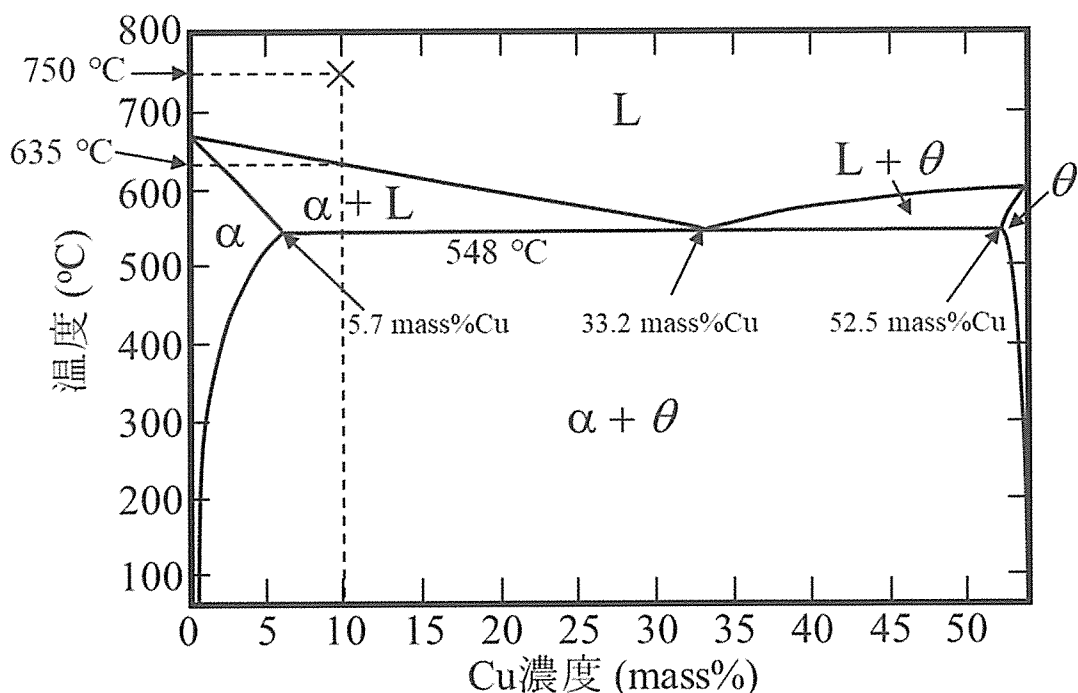

図2 Al-Cu 二元系状態図の模式図。
- (1) 図2は、Al-Cu 二元系状態図の模式図である。L、 α および θ は、それぞれ液相、AlにCuが固溶した固溶体および Al_2Cu である。Al-10 mass%Cu 合金を750℃から室温までゆっくりと冷却した。「635℃から少し下の温度まで冷却した時」および「548℃から少し下の温度まで冷却した時」の組織変化を、材料組織の模式図と文章で説明せよ。
- (2) 前問(1)の冷却において、548℃直下における共晶組織中の α 相と θ 相の質量比を求めよ。
- (3) 前問(1)の冷却において548℃直下で生じる反応は、大気圧の下で組成に関わらず一定の温度で生じる。この理由を相律にて説明せよ。
- (4) あるCu濃度の亜共晶 Al-Cu 合金を液相から548℃直下までゆっくりと冷却をした。548℃直下において、10 mass%の共晶組織が形成した時の亜共晶 Al-Cu 合金のCu濃度を求めよ。ただし、有効数字3桁で答えること。
- (5) 一般的に Al-4 mass%Cu 合金の硬さを向上させる場合、溶体化処理と時効処理がなされる。溶体化処理と時効処理の役割を説明せよ。
- (6) 溶体化処理をした Al-4 mass%Cu 合金に対して種々の時間で時効処理を施した。このときのビッカース硬さ試験で得られる時効硬化曲線の模式図を描け。